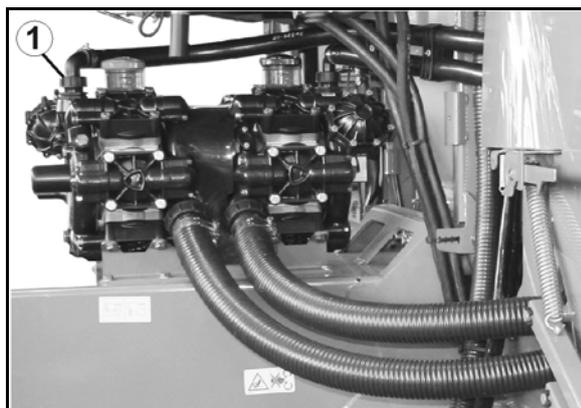

Fig. 190
1. Todos los conductos de pulverización se deben extraer de las válvulas de ancho parcial (Fig. 190/1).